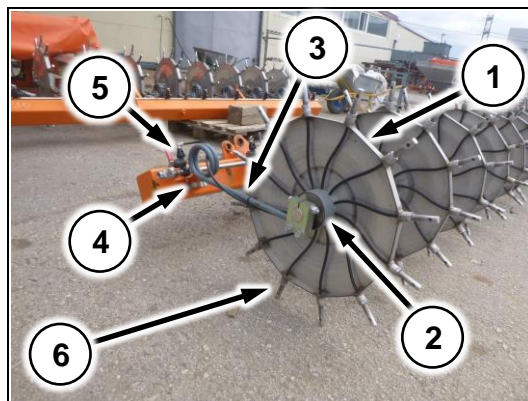
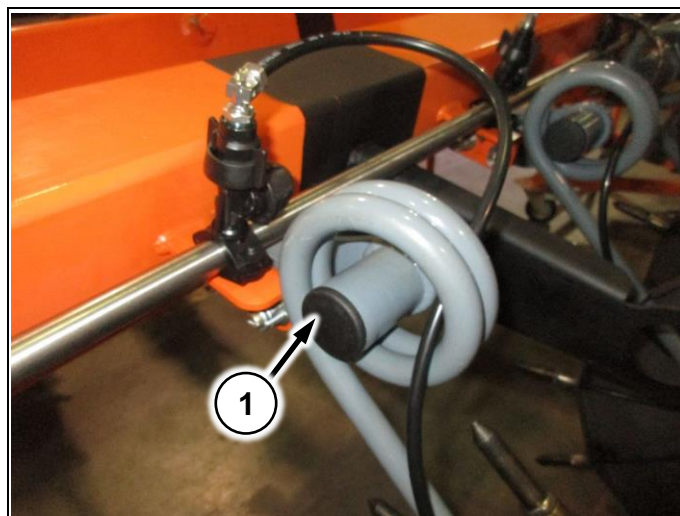

Рис. 152
Рис. 153
Диск мультиинжектора (Рис. 152/1) устанавливается на ступицу (Рис. 152/2). Ступица крепится к консоли мультиинжектора через пружину (Рис. 152/3). Пружина фиксируется замком (Рис. 152/4). Подача жидкости на иглы (Рис. 152/6) осуществляется через форсунки (Рис. 152/5)
Упор устанавливается на каждую пружину (Рис. 153/1). Предназначен для предотвращения вылета пружины из замка (Рис. 152/4)
1. Ослабьте два болта крепления пружины (Рис. 152/4)